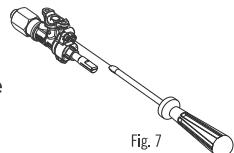

Fig. 7
- Realice la regulación del mínimo de un quemador por vez, encendiendo el mismo y llevándolo a la posición de mínimo. Luego quite la perilla correspondiente, con un destornillador gire en sentido horario el tornillo ubicado en el frente de la válvula para disminuir la altura de la llama o antihorario para aumentarla (Fig. 7).
- Por último, coloque el mando en la posición de mínimo, retire la perilla, introduzca el destornillador en el tornillo lateral de la válvula y gire en sentido horario para disminuir la altura de la llama o antihorario para aumentarla (Fig. 7).